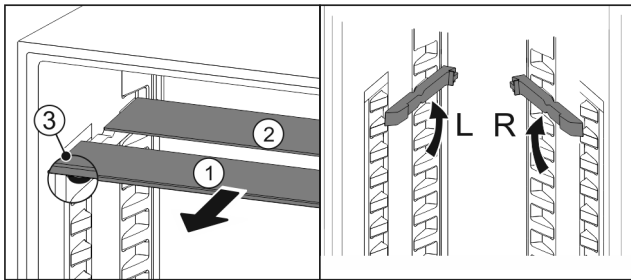

Fig. 121
- ▶ Retire las planchas de cristal individualmente hacia delante Fig. 121 (1).
- ▷ La placa de vidrio Fig. 121 (1) con moldura está situada delante.
- ▷ Los topes Fig. 121 (3) miran hacia abajo.